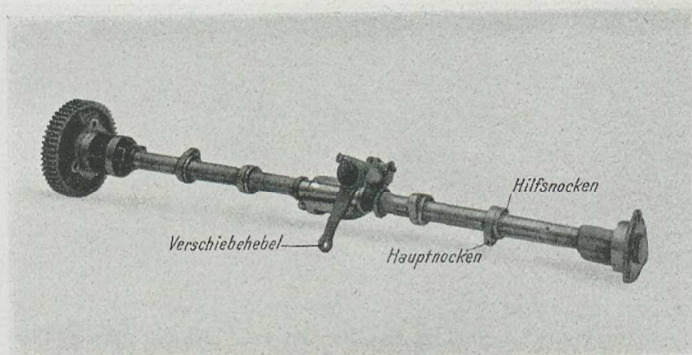

Abb. 45. Benz, Nockenwelle mit Hilfsnocken
1. aus der Nockenwelle (Abb. 45) mit einer den vorhandenen Ventilen entsprechenden Nockenanzahl,
Bei stärkeren Motoren ist eine sogenannte Dekompressionsvorrichtung angebracht. Sie besteht aus Hilfsnocken, (Abb. 45) welche nach Verschieben der Nockenwelle die Auslaßventile im Kompressionstakt eine Zeitlang öffnen und dadurch den Kompressionsdruck verringern und so das Anwerfen des Motors erleichtern. Sichtbar angebracht ist diese Vorrichtung unter